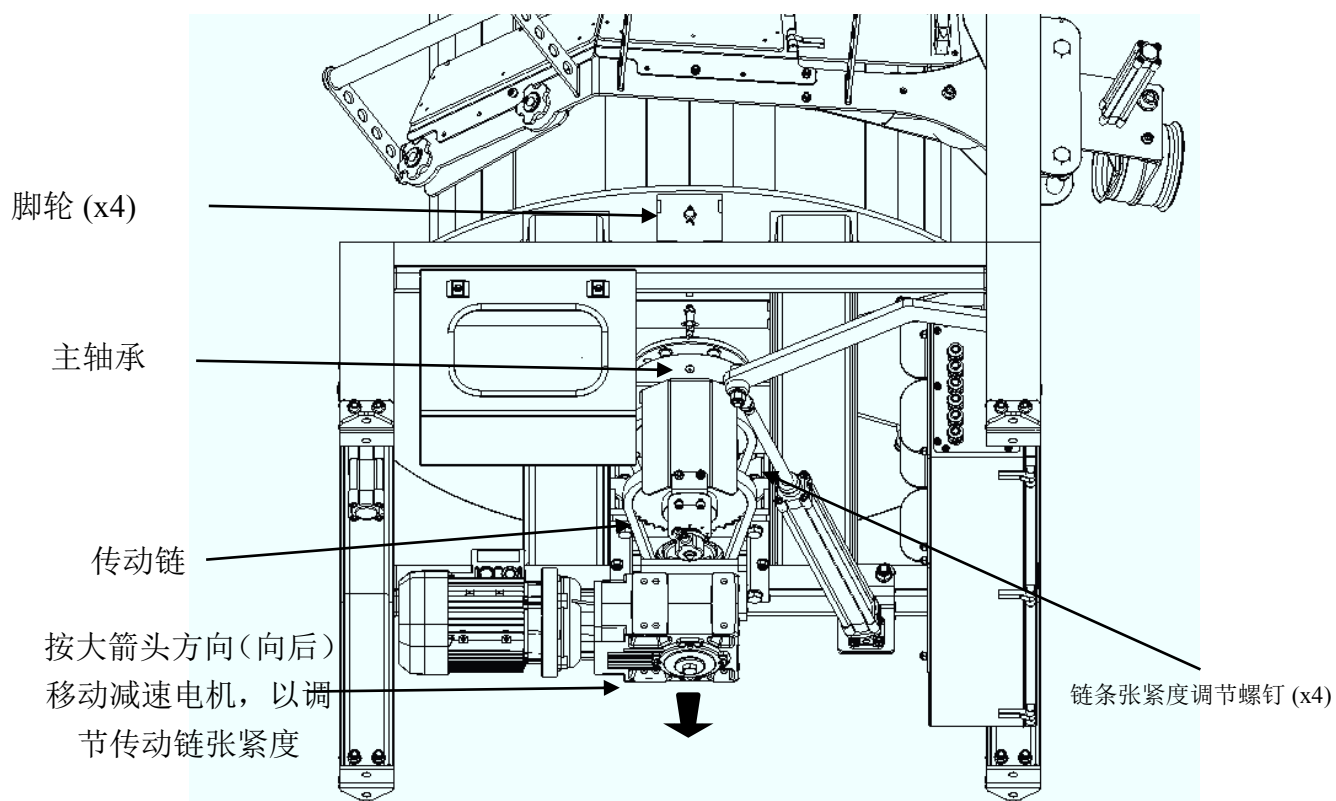

图 27: 卷取机底端
- 应当每 6 个月通过润滑嘴对转盘下方的主轴承润滑一次（图 27：卷取机底端）。
- 应当使用适合的链条润滑剂润滑传动链（图 27：卷取机底端）。
- 主轴承（图 27：卷取机底端）- 每 6 到 12 个月（视使用情况而定）
- 转盘下方脚轮（图 27：卷取机底端）
- 如要调节传动链张紧度，应松动（请勿完全拆下）四个链条张紧调节螺钉（图 27：卷取机底端）。
请注意，不应将心轴上的连杆螺栓（图 27）过分拧紧，否则将会影响心轴运行。
布线时，务必在线缆与编码器连接的位置使其足够松弛（请参阅图 27:），以确保轮子上下移动且不会使线缆张紧。